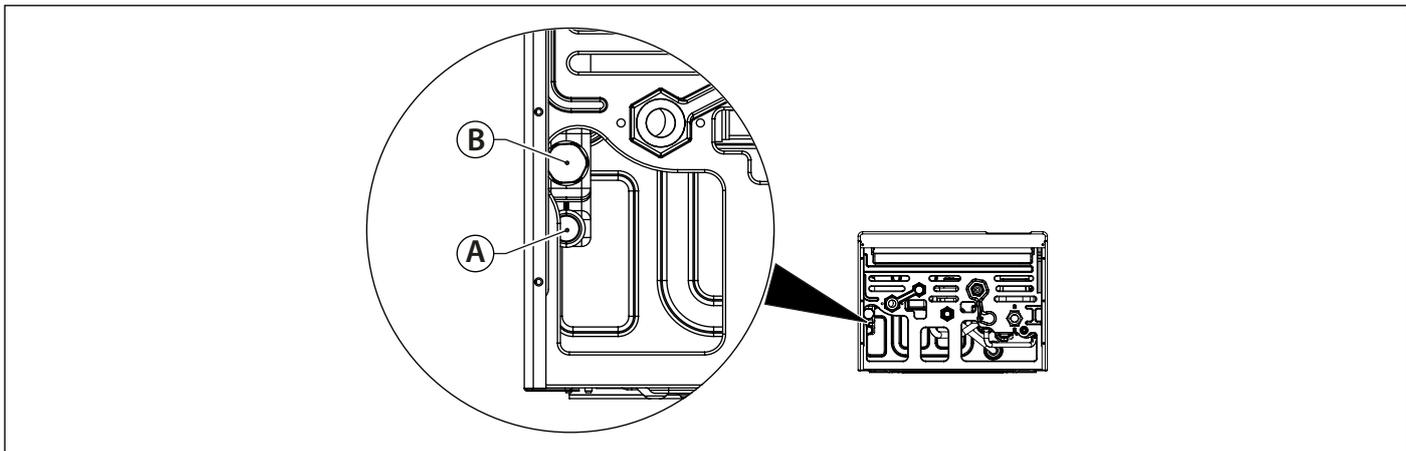

Abb. 21 Abgas-Kondensatableitung
Das Kondenswasserablasssystem muss an den entsprechenden Anschluss (A) angeschlossen werden, der im Kessel vorgesehen ist (siehe Abb. 21 Abgas-Kondensatableitung).